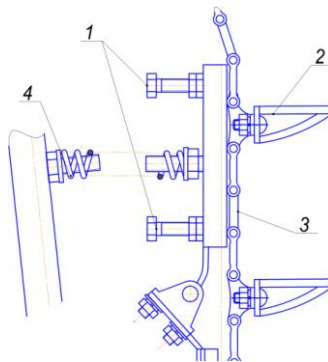

Рис. 3. Вибратор высаживающего аппарата:
*Высев клубней по одному* обеспечивают путем регулирования болтов 1 вибратора высаживающего аппарата (рис. 3). Ввинчивание болтов за счет сжатия пружин 4 усиливает вибрацию цепей 3 и способствует сбросу клубней.